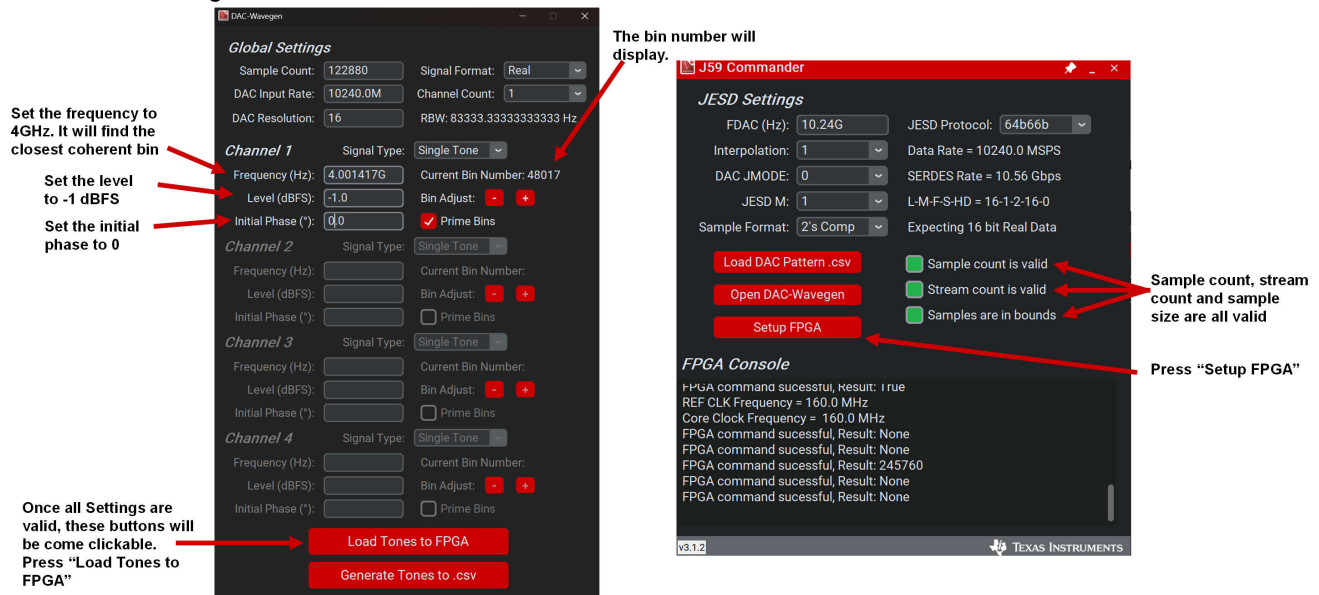

图 2-6. DAC Wavegen GUI 和 J59 命令设置详细信息，步骤 3
1. 在 DAC Wavegen GUI 中，设置细节如图 图 2-6 所示。